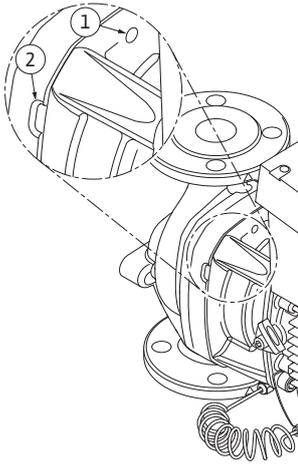

Fig. 53: Taladros roscados y ranuras para expulsar el juego de introducción de la carcasa de la bomba
13. Expulse el juego de introducción (véase la Fig. 13) de la carcasa de la bomba. Para ello, y sobre todo con el fin de aflojar dicho juego del lugar donde está asentado, se recomienda usar los dos taladros roscados (Fig. 53, pos. 1). Apriete los tornillos adecuados a tal fin en los taladros roscados. Si el juego de introducción se mueve fácilmente, para su expulsión se pueden usar adicionalmente las ranuras (Fig. 53, pos. 2) que hay entre la carcasa de la bomba y la linterna (use para ello, p. ej., dos destornilladores como palanca). Tras un primer movimiento de expulsión de aprox. 15 mm, el juego de introducción se libera de la carcasa de la bomba.